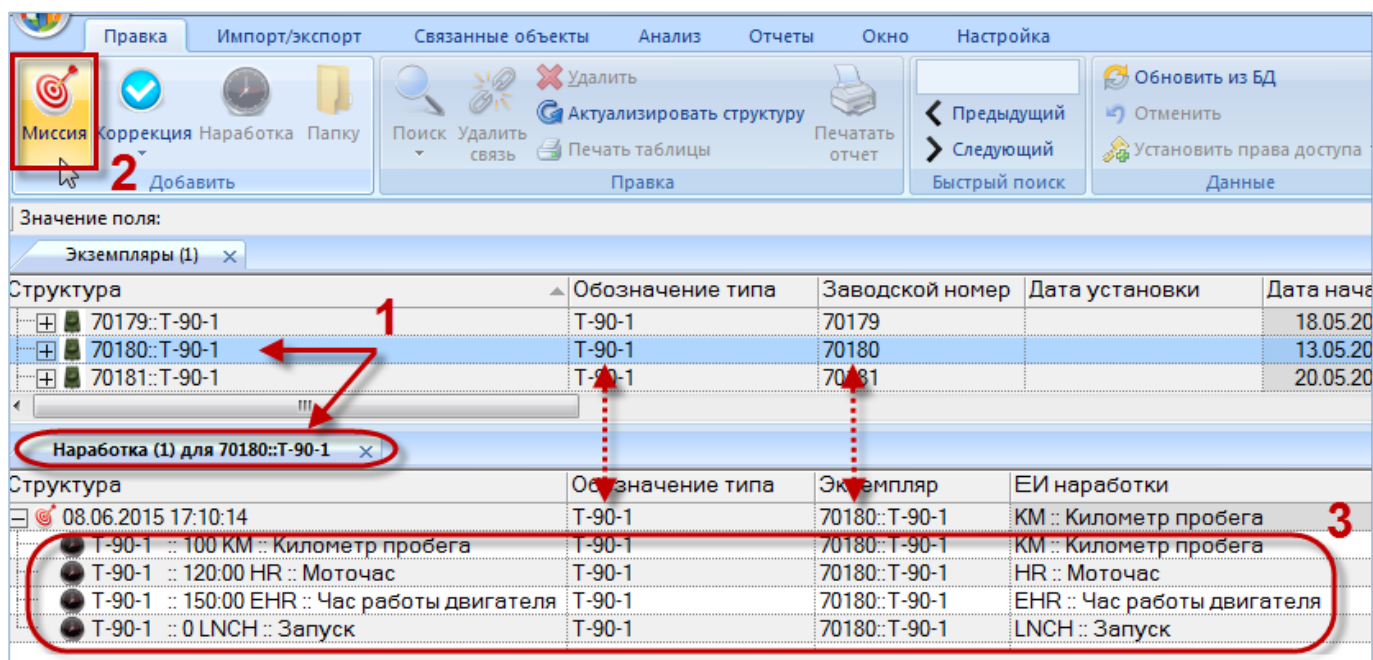
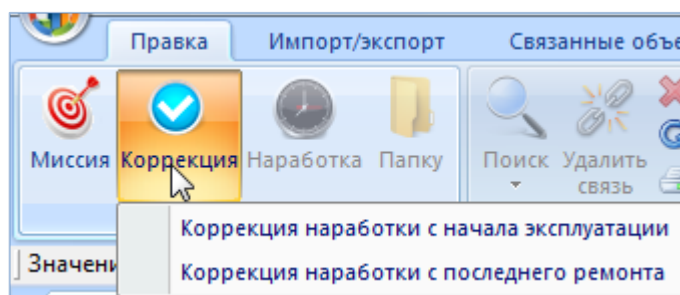

Рис. 25-13 – Создание миссии в окне связанных объектов «Наработка» для экземпляра ФИ
Рис. 25-14 – Выбор типа коррекции наработки
- 2) Открыть окно связанных объектов «Наработка» для выбранного экземпляра изделия (1 на рис. 25-13). Для этого нажать кнопку «Наработка» панели «Связанные объекты».
3) Перейти в окно связанных объектов «Наработка» и нажать кнопку «Миссия» или «Коррекция» панели «Добавить» (2 на рис. 25-13). В случае выбора кнопки «Коррекция» в открывшемся списке команд выбрать тип коррекции наработки – с начала эксплуатации или с последнего ремонта (рис. 25-14).
ны соответствующие наработки для экземпляра ФИ и всех компонентов с ИУН, входящих в основное изделие (3 на рис. 25-13). Если для какого-то компонента указано несколько ЕИ наработки, то для каждой из них будет создана своя наработка.